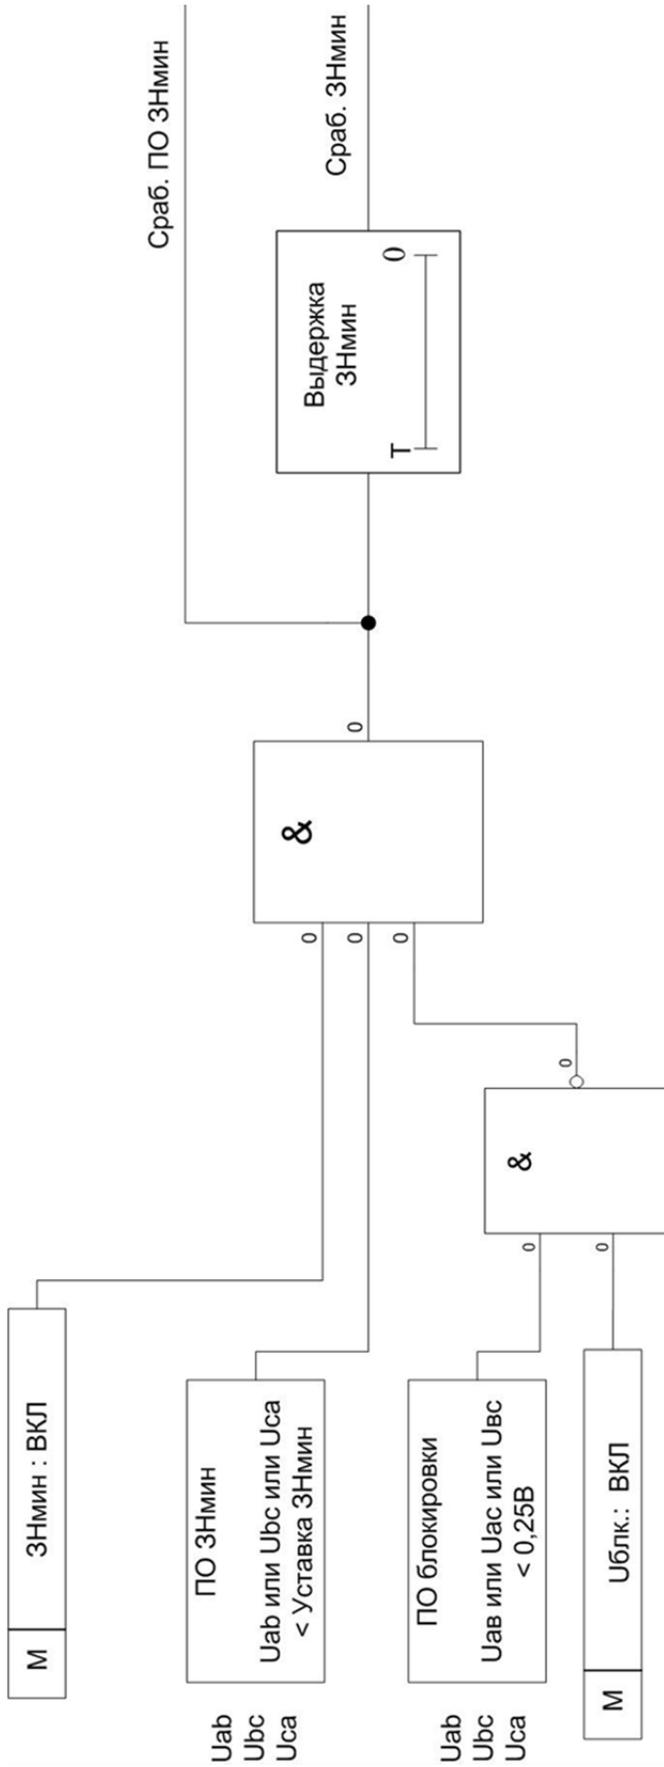

Рис. 3.12 Функция защиты минимального напряжения
3.9.8 Функциональная схема ЗНмин показана на рис. 3.12. На функциональной схеме присутствуют следующие обозначения: